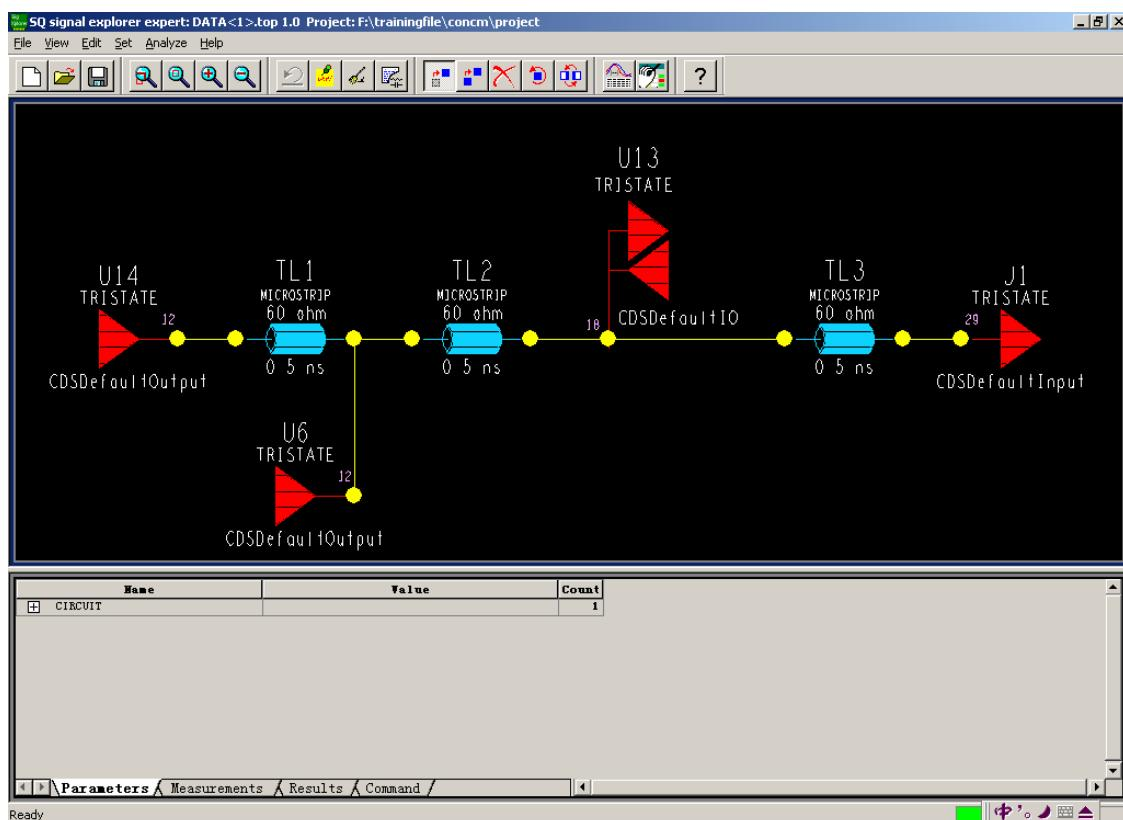

图 5-1 【Signal explorer expert】界面
4. 选择“Expert”，点击 **OK** 按钮，或者双击“Expert”。进入【Signal explorer expert】界面。调整窗口如图 5-1 显示。